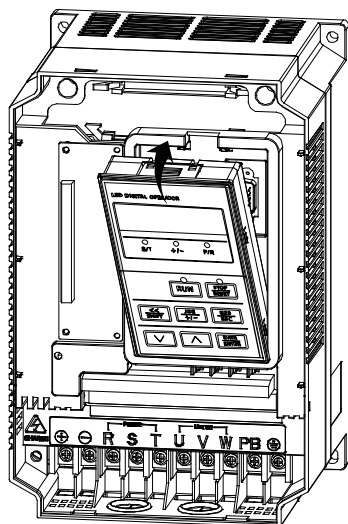

图 2-5 键盘安装图示
3. 键盘的安装：先将键盘的底部固定在变频器键盘安装槽的下方，用手指按住顶部后往里推，听到“咔”声后即可；如图 2-5 所示。